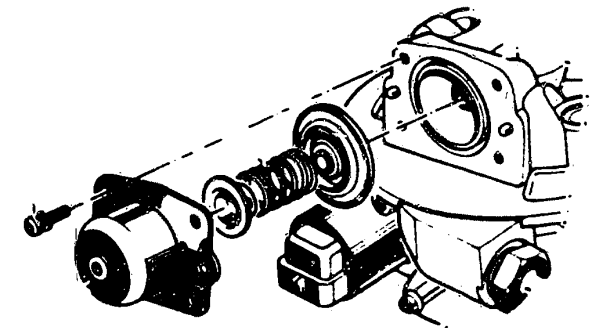

Bild 30 Beim Einbau des Druckreglers ist zu beachten, dass die Membrane richtig in der Nut des Gehäuses sitzt.
**b) Druckregler:** (Bilder 29/30). Dieser ist nicht einstellbar. Zeigt eine Messung, zu der ein Manometer am Benzineinlassstutzen anzuschliessen ist, bei einer Pumpenspannung von min. 13,5V zu wenig oder zu viel Druck (Sollwert =  $0,75 \pm 0,05\text{bar}$ ), ist der Druckregler zu ersetzen. Nach jedem Lösen des Deckels, der mit 4 Schrauben befestigt ist (Bild 30), ist die Membrane zu erneuern.